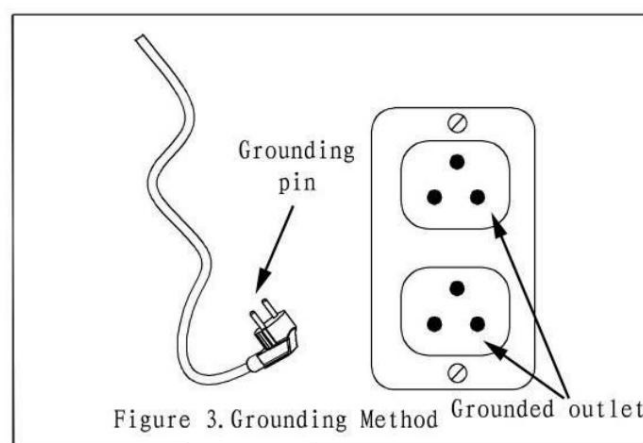

Abbildung 3:
1. Dieses Produkt ist für die Verwendung in einem 230-Volt-Stromkreis vorgesehen und verfügt über einen Erdungsstecker, der wie der in Abb. 3 dargestellte Stecker aussieht. Stellen Sie sicher, dass das Produkt an eine Steckdose mit der gleichen Konfiguration wie der Stecker angeschlossen ist. Dieses Produkt muss geerdet sein. Im Falle eines elektrischen Kurzschlusses verringert die Erdung das Risiko eines Stromschlags, indem sie einen Ableitdraht für den elektrischen Strom bereitstellt. Dieses Produkt ist mit einem Kabel mit Erdungsdraht und einem geeigneten Erdungsdraht sowie einem geeigneten Erdungsstecker ausgestattet.